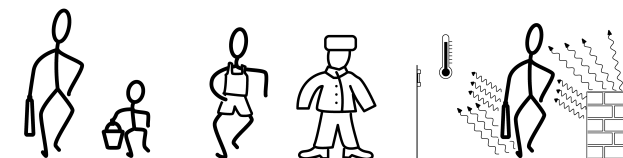

Imagen 5: Tamaño, aislamiento y contraste de fuentes térmicas
- Tamaño de la fuente térmica, p. ej. adulto o niño (Imagen 5)
- Temperatura de la fuente térmica: las superficies radiantes a una temperatura de 37 °C irradian con mayor intensidad que las superficies a 10 °C (Imagen 5).
- Sentido de movimiento: al cruzar un haz de detección tangencialmente se produce un salto de señal en el sensor que permite una buena evaluación. Si por el contrario, la fuente térmica se mueve radialmente respecto del sensor, las modificaciones de la señal del sensor son más débiles. Ello dificulta considerablemente una diferenciación con respecto a ruidos de fondo normales (Imagen 5).